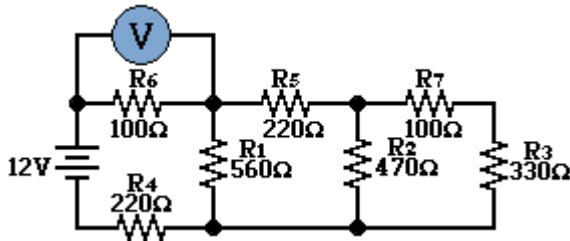
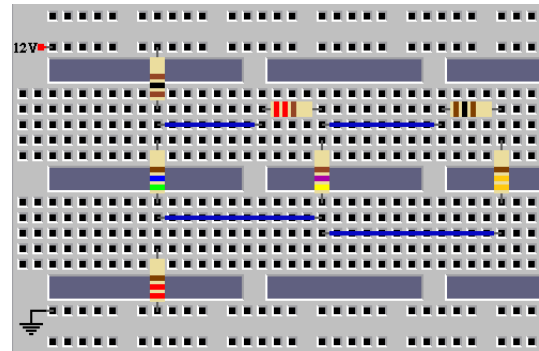

Figura 1.7a
Figura 1.7b
2. Arme el circuito de la figura 1.7a, la forma en que el circuito queda en la tableta de conexiones se muestra en la figura 1.7b.
Nota. La forma de medir voltaje en un circuito es conectando el volmetro del multímetro en paralelo con dicho elemento. Si se desea medir la caída de voltaje en la resistencia de 100Ω se conecta el multímetro en paralelo con la resistencia, como se observa en la figura 1.7a. Si se desea medir la caída de voltaje en la resistencia de 220Ω , se conectará el multímetro en paralelo con la resistencia.